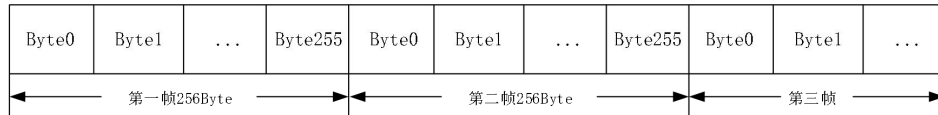

图 4.25 字节分帧示意图
- 字节分帧：该配置用于限制数据包的最大长度，当串口收到“字节分帧”设定数量的字节时会将已收到的数据作为一个数据包转发出去；如图 4.25 所示，当“字节分帧”设置为 256 时，则串口每接收 256Byte 时就会自动分帧。